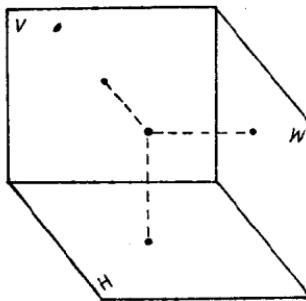

图 1-7
1. 一个点在空间各个投影面上的投影，总是一个点。见图1-7。